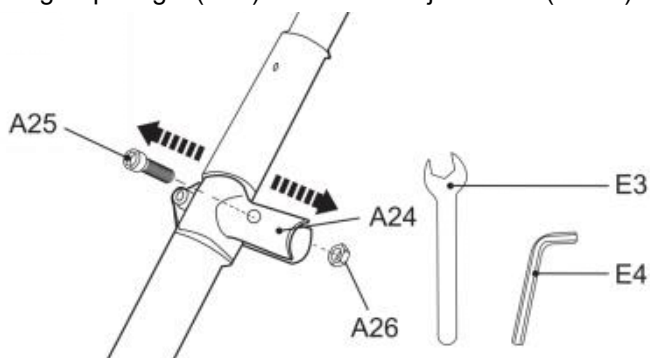

Fig. 1
1. Verwijder de voorgemonteerde bout (A25) en moer (A26) van de handgreepbeugel (A24) en houd ze bij de hand (Afb. 1).